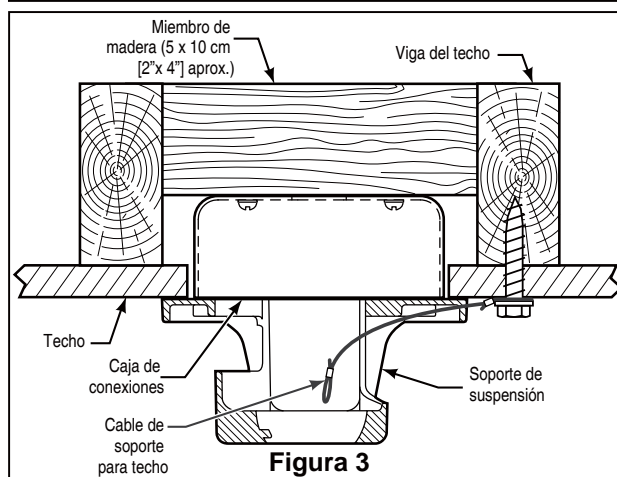

Figura 3
3. Afloje los dos tornillos de fijación del soporte del barral. Introduzca los cables de color negro, blanco y cable de soporte para techo a través de la varilla. (Figura 3)
1. Fije bien la abrazadera para colgar a la caja de salida con los tornillos y las arandelas provistas con la caja de salida. (Figura 3)
2. Perfore un orificio de 1/4" en la estructura del edificio para evitar grietas con la instalación del tornillo de intervalo. Utilice el tornillo de intervalo de 3/8"x 2" y la arandela plana para fijar el cable de seguridad a la viga del techo o a la estructura de madera. Dicho tornillo pasará a través de arandela plana, la presilla del cable de seguridad y se fijará en la estructura del edificio. (Figura 3)
NOTA: el cable de soporte para techo no se puede asegurar solamente a la caja de conexiones; se debe asegurar directamente a la viga de techo o miembro estructural con el tornillo de cabeza cuadrada de 3/8"x2" y la arandela plana. (Figura 3)